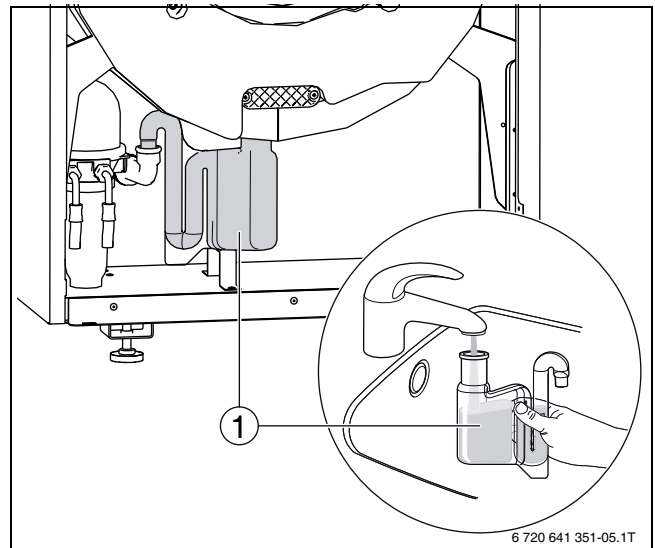

Bild 21 Siphon mit Wasser befüllen
- Siphon (→ Bild 21 [1]) nach oben aus dem Kondensatablaufröhr ziehen.